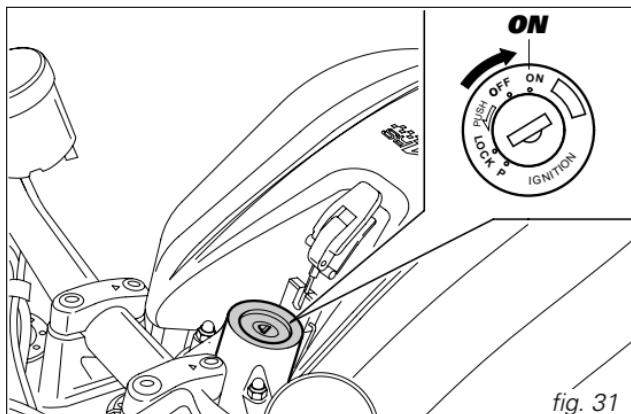

fig. 31
1) Tourner la clé de contact sur la position **ON** (fig. 31).